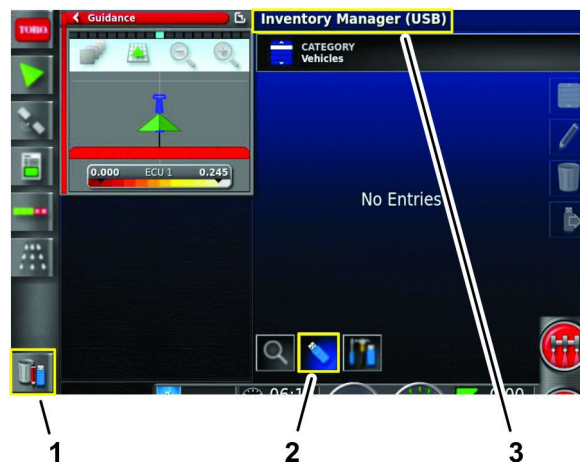

Рисунок 97
3. Нажмите на значок управления ресурсами (Рисунок 97).
4. Если заголовок в верхней части экрана содержит «Управление ресурсами (USB)», нажмите на значок переключения просмотра (Рисунок 97).